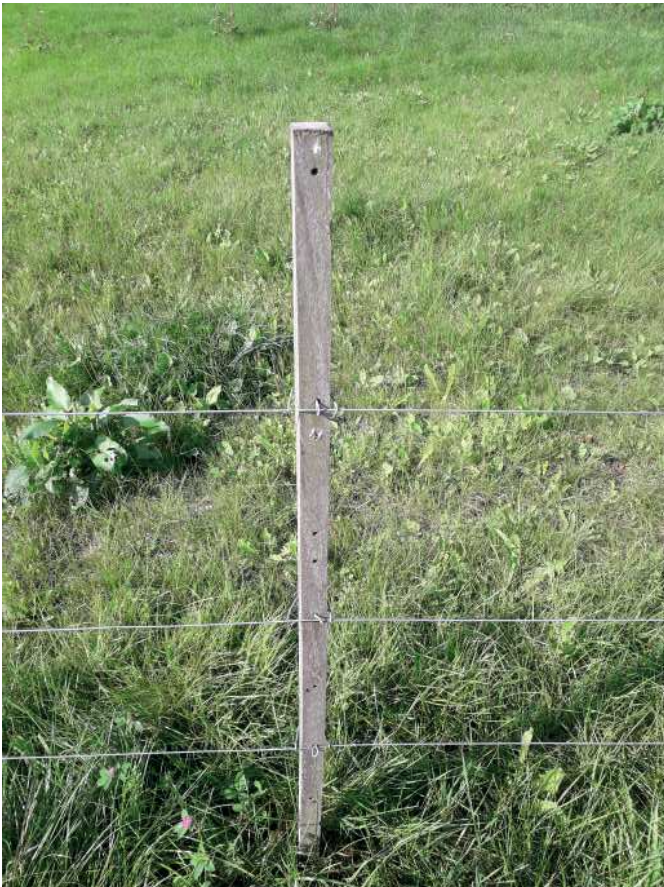

Bild 2: Streckenposten ohne zusätzliche Isolatoren.
Bei Berührung des Zauns schließt das Tier, gleichsam eines elektrischen Schalters, diesen offenen Stromkreis. Den dabei fließenden Strom (Potentialausgleich) nimmt das Tier als Stromschlag wahr (Abbildung 2).
Abb. 2: Durch Zaunkontakt (1) schließt das Tier einen Stromkreis und ermöglicht einen Stromfluss über den Boden (2) und die Erdung (3) zurück zum Elektrozaungerät.
Eine besonders kostengünstige Variante bieten dagegen hölzerne Streckenpfosten, die nicht in den Boden gesteckt werden, sondern lediglich die Drähte auf Abstand und vom Boden fernhalten. In der Regel werden hier Hölzer mit einer äußerst geringen Kapillarität verwendet, so dass diese kaum Wasser aufnehmen und dadurch nur eine sehr geringe elektrische Leitfähigkeit haben. Bei diesen Hölzern kann auf Isolatoren verzichtet werden kann. Der elektrische Leiter wird mittels kleiner Drahtschlaufen am Holz befestigt (s. Bild 2). In der Regel wird für diese Streckenpfosten Eukalyptusholz verwendet.